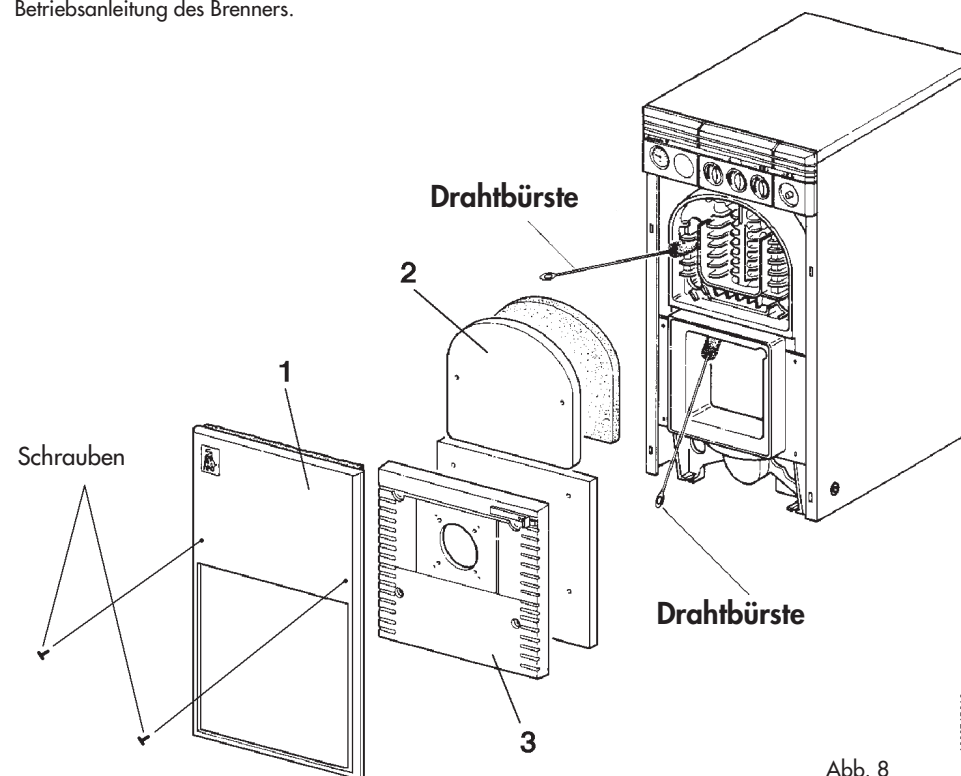

Abb. 8
- die Verkleidungsbleche 1,2 und 3 (Abb. 8) abnehmen;